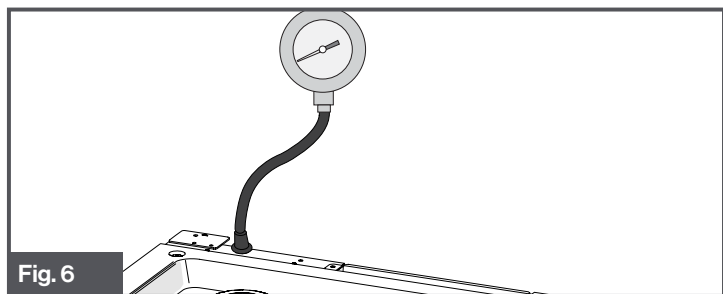

Fig. 6
7. L'appareil de mesure de la pression devrait mesurer entre 8 » WC et 14 » WC, (Fig. 6). **REMARQUE :** Procédure en cas de fuite de gaz conformément à la norme pour les véhicules récréatifs NFPA 1192.